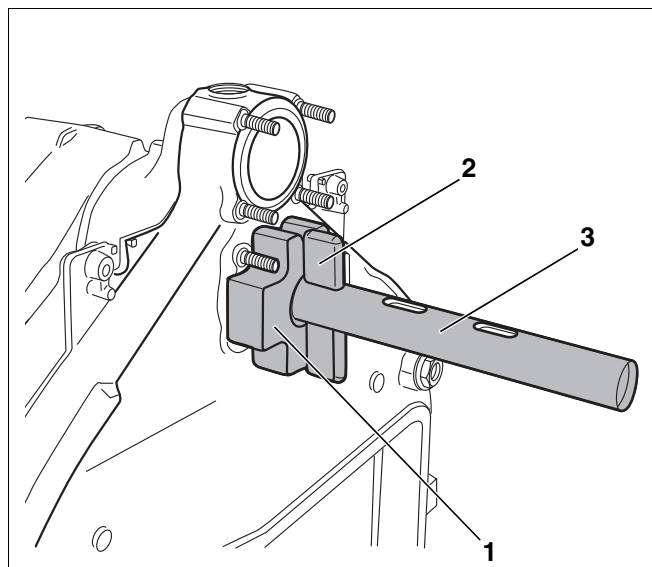

Fig. 15 Strettoio di montaggio all'elemento posteriore
- Inserire, sulla parte posteriore della caldaia, le flangie aggiuntive (fig. 15, [1]) in entrambi i tiranti (fig. 15, [3]) e bloccarle con i cunei (fig. 15, [2]) o con la spina cilindrica (con strettoi di montaggio 2.2).